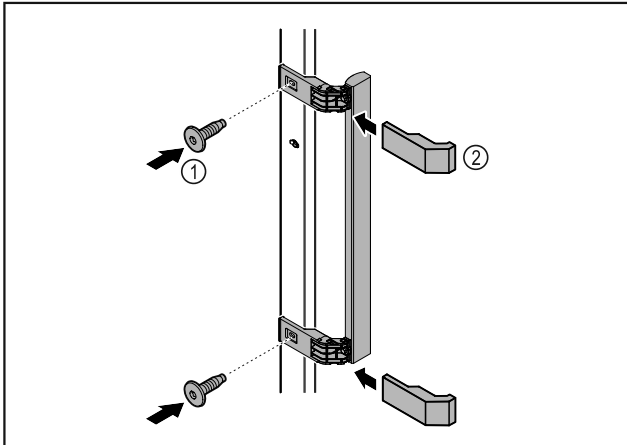

Fig. 9
- ▶ Madlo z příloženého příslušenství upevněte na dveře pomocí příložených šroubů Fig. 9 (1).
- ▶ Nasad'te kryt Fig. 9 (2).